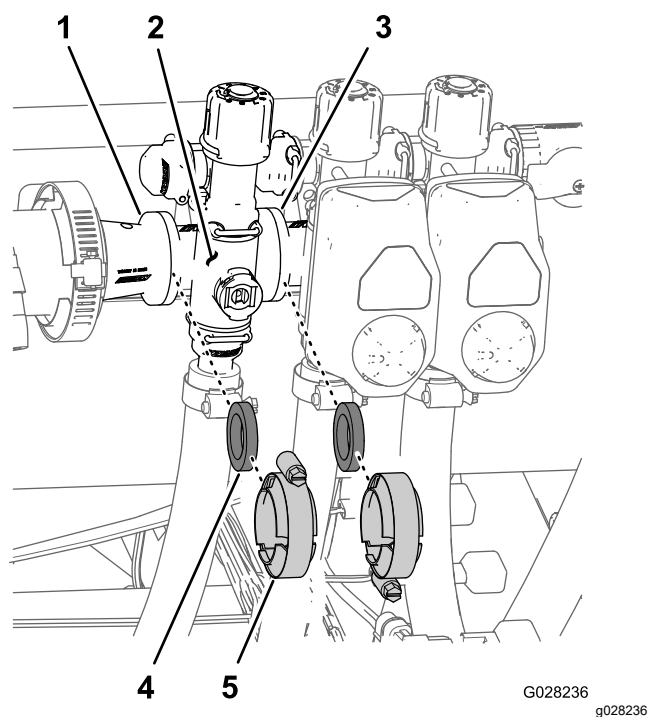

図 73
1. 個別ブームバルブ 図 73 のマニホルドを隣接する個別ブームバルブ左ブームの場合はリデュースカップリングに固定しているクランプとガスケットを外す。